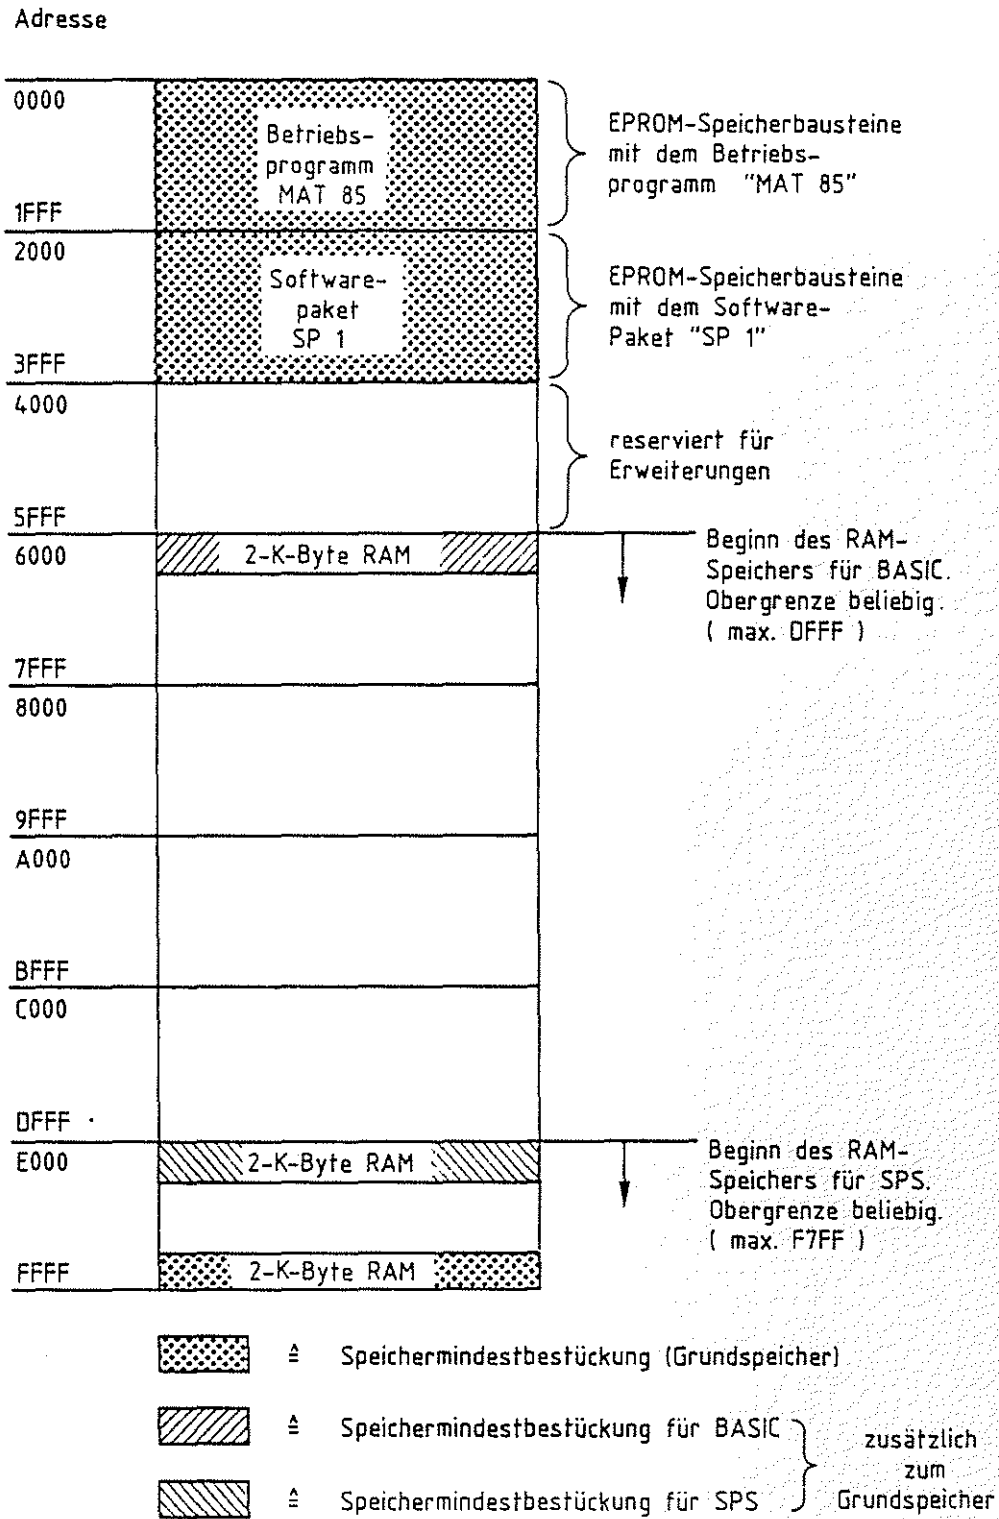

Bild 1: Speicherbelegung
Abhängig von der Verwendung der oben genannten Programmteile werden bestimmte RAM-Mindestbestückungen vorausgesetzt. Um die Monitorerweiterung MAT 85+ zu betreiben, muß mindestens der Adreßbereich F800 bis FFFF mit RAM bestückt sein. Für den EPROM-Programmierer gilt die gleiche Mindestbestückung. Will man das SPS-Programm verwenden, so muß zusätzlich der Adreßbereich E000 bis E7FF mit RAM bestückt sein. Für die Arbeit mit dem BASIC-Interpreter muß außerdem der Adreßbereich 6000 bis 67FF mit RAM bestückt sein. Die Speicherbelegung ist in Bild 1 dargestellt.
- ein zusätzlicher 2-K-RAM-Baustein (BFZ/MFA 3.1. aus obiger Auflistung mit mindestens 4-K-RAM entsprechend Bild 1 bestückt)